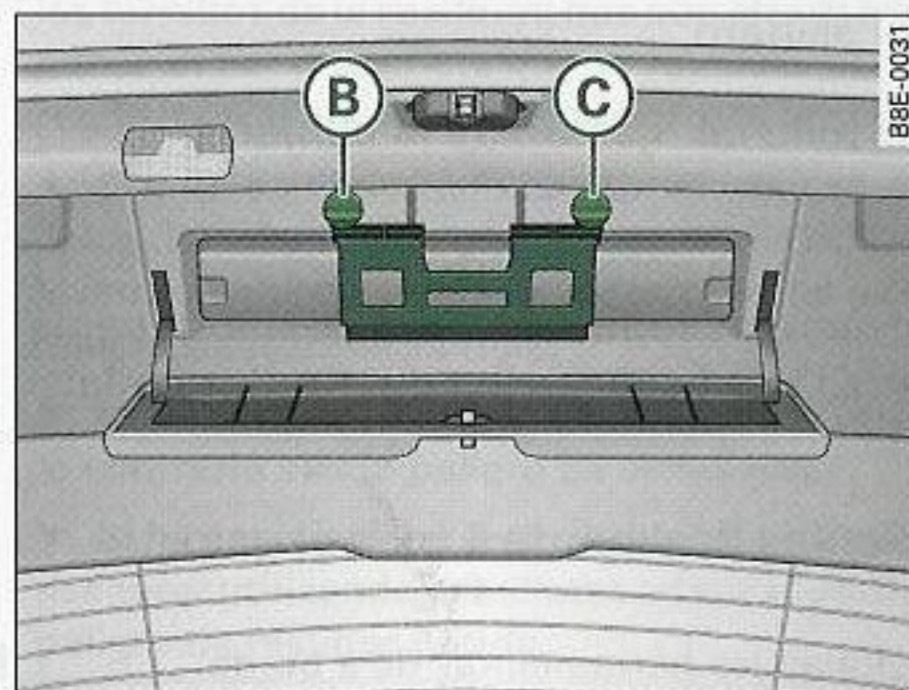

Fig. 243 Cubierta para triángulo de emergencia en el capó del maletero abierta
- Para extraer el triángulo de emergencia hay que girar 90° los cierres (B) y (C) \Rightarrow fig. 243 y abatir el soporte.